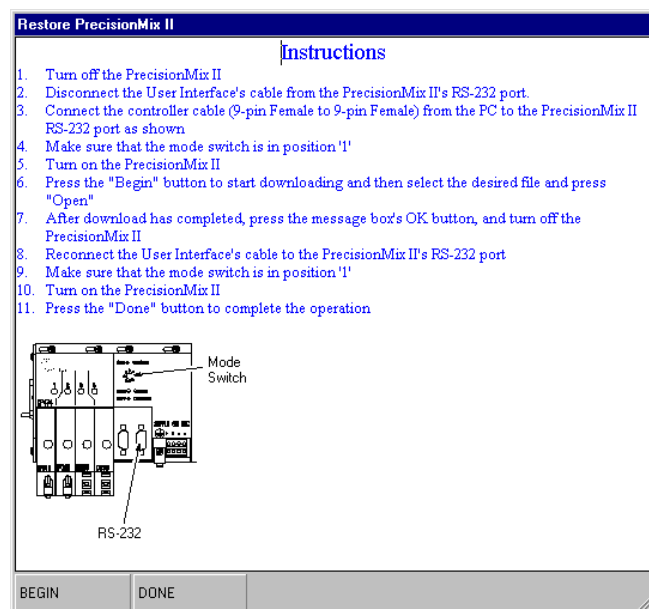

Fig. 13.14
2. Aparecerá una ventana de instrucciones para restaurar PrecisionMix II. Vea la Fig. 13.14.
4. Para comenzar la restauración, pulse el botón BEGIN de la ventana de instrucciones. Vea la Fig. 13.14.